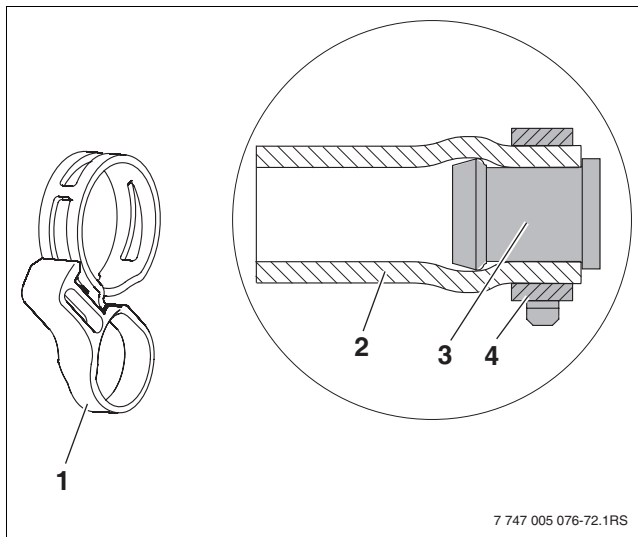

Bild 56 Federbandschelle mit Sicherungsring und vormontiertem Blindstopfen
- ▶ Die korrekte Position der Federbandschelle (Bild 56, [4]) ist unbedingt vor dem Ab-ziehen des Sicherungsringes (Bild 56, [1]) sicherzustellen. Ein nach-trägliches Lösen mit Zangen kann die Spannkraft beeinträchtigen.
- Die korrekte Position der Federbandschelle (Bild 56, [4]) ist unbedingt vor dem Abziehen des Sicherungsringes (Bild 56, [1]) sicherzustellen. Ein nachträgliches Lösen mit Zangen kann die Spannkraft beeinträchtigen.
- Blindstopfen (→ Bild 56, [3]) auf 55 mm-Solarschlauch [2] bis zum Anschlag aufschieben.
- Federbandschelle (→ Bild 56, [4]) in Position bringen und Sicherungsring [1] ziehen, um den Stopfen zu befestigen.